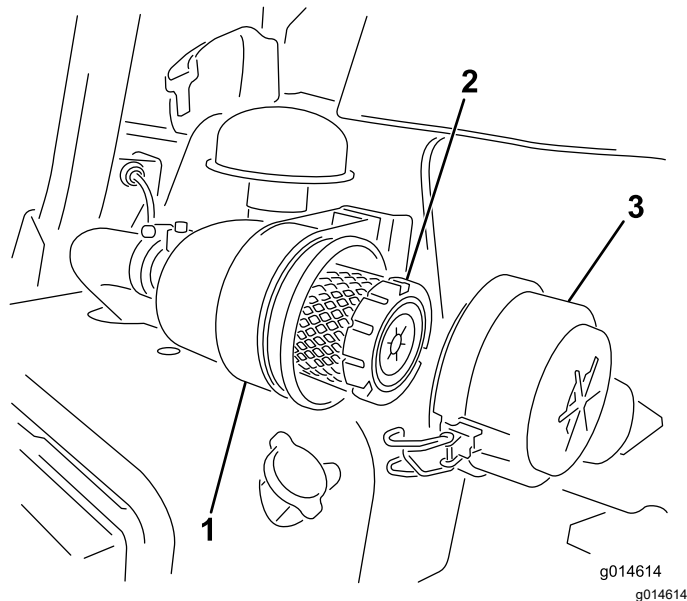

Figure 31
1. Desserrez les fixations qui maintiennent le couvercle sur le boîtier du filtre à air (Figure 31).
7. Refermez les fixations (Figure 31).